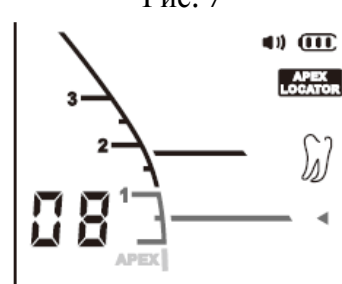

Рис. 8
3) Выберите режим апекслокатора, нажав на кнопку выбора режима MODE, появится значок **APEX LOCATOR**, указывающий на то, что апекслокатор готов к использованию. (Рис.8)